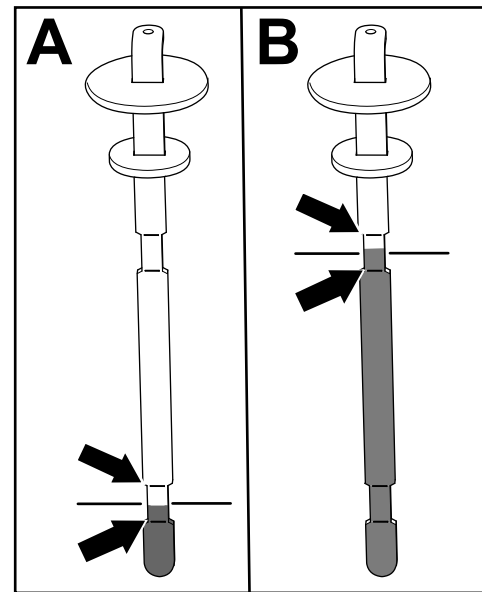

Figura 84
5. Îndepărtați joja și verificați nivelul uleiului (Figura 84).
- **Dacă maina este echipată cu o unitate de tăiere:** nivelul uleiului hidraulic este corespunzător atunci când uleiul apare între cele 2 marcaje de la partea inferioară a jojei (A din Figura 84). De asemenea, este acceptabil ca nivelul uleiului să fie peste marcajele de la partea inferioară.
- **Dacă maina este echipată cu un set furtun pentru dispozitivul de atașare acționat hidraulic:** nivelul uleiului hidraulic este corespunzător atunci când uleiul apare între cele 2 marcaje de la partea superioară a jojei (B din Figura 84).